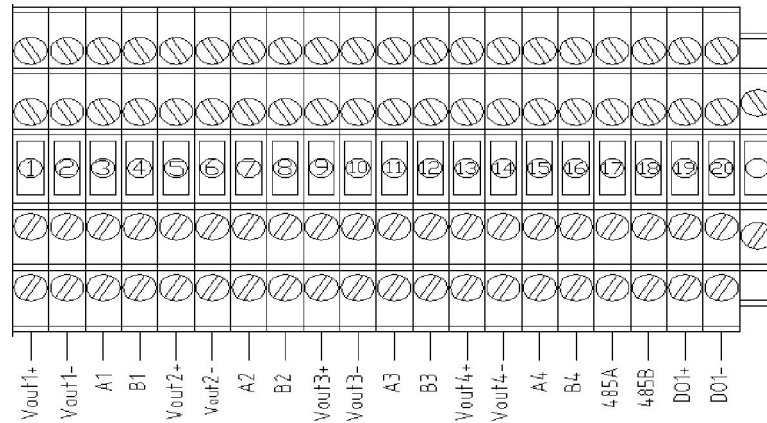

图 2
1) 监控系统接线端子置于主机柜内，有 20 个单排接线端子，其端子接线图如图 2 所示。